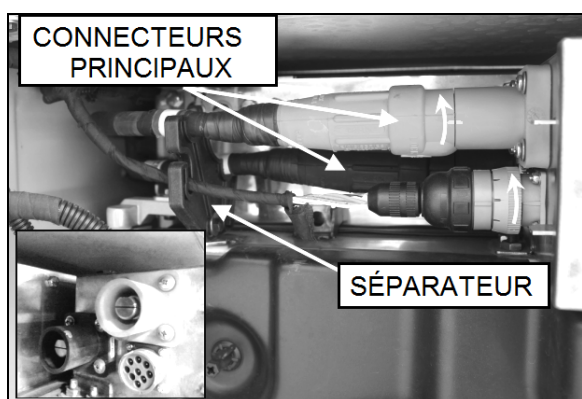

FIGURE 24: CONNECTEURS DE LA BOÎTE DE DISJONCTEURS
- Tourner d'un demi-tour antihoraire les deux connecteurs principaux (un rouge et un noir) et tirer pour les débrancher (FIGURE 24).